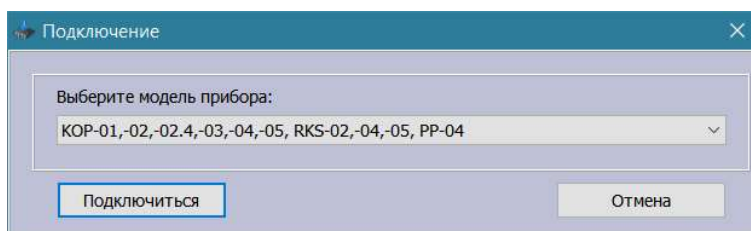

Рисунок 2
1) Подключите КОП к компьютеру с помощью стандартного кабеля mini-USB и запустите программу «Конфигуратор параметров Unipro». В левом верхнем углу окна программы нажмите кнопку «Считать из прибора». В появившемся окне **«Подключение»** выберите из списка «КОП-01,-02,-02,4,-03,-04,-05, RKS-02,-04,-05, PP-04» и нажмите кнопку **«Подключиться»** (см. рисунок 2). Дождитесь завершения чтения параметров от КОП.